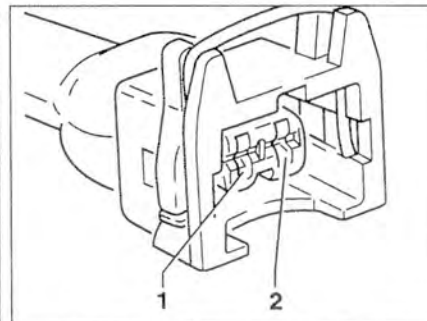

Рис. 3.59. На автомобилях с 68-пальчиковым разъемом блока управления: проверка сопротивления между контактами разъема датчика температуры охлаждающей жидкости.
11. В случае достижения заданного значения присоедините тестер V.A.G 1598/18 к жгуту проводов блока управления двигателем. Проверьте провода между тестером и разъемом на прерывание цепи: контакт 1 + гнездо 64, контакт 2 + гнездо 33 (рис. 3.59).
4. В случае достижения заданного значения присоедините тестер V.A.G 1598/18 к жгуту проводов блока управления двигателем. Проверьте провода между тестером и разъемом на прерывание цепи: контакт 1 + гнездо 12, контакт 2 + гнездо 11 (рис. 3.59). **Заданное значение:** макс. 1.5 Ом.
8. В случае достижения заданного значения присоедините тестер V.A.G 1598/31 к жгуту проводов блока управления двигателем. Проверьте провода между тестером и разъемом на прерывание цепи: контакт 1 + гнездо 109, контакт 2 + гнездо 101 (рис. 3.59). **Заданное значение:** макс. 1.5 Ом.